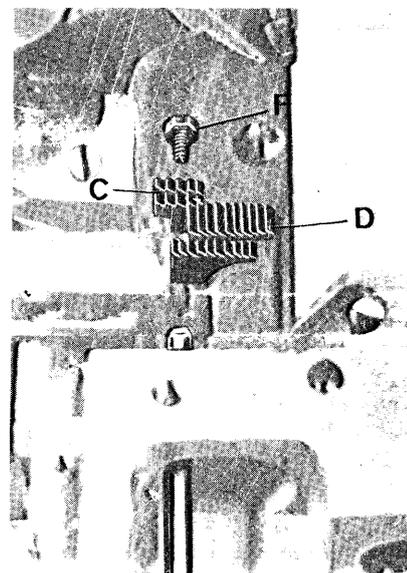

fig. 14
- Montare le griffe posteriori C e D (fig. 14) e appaiare le slitte porta griffe.